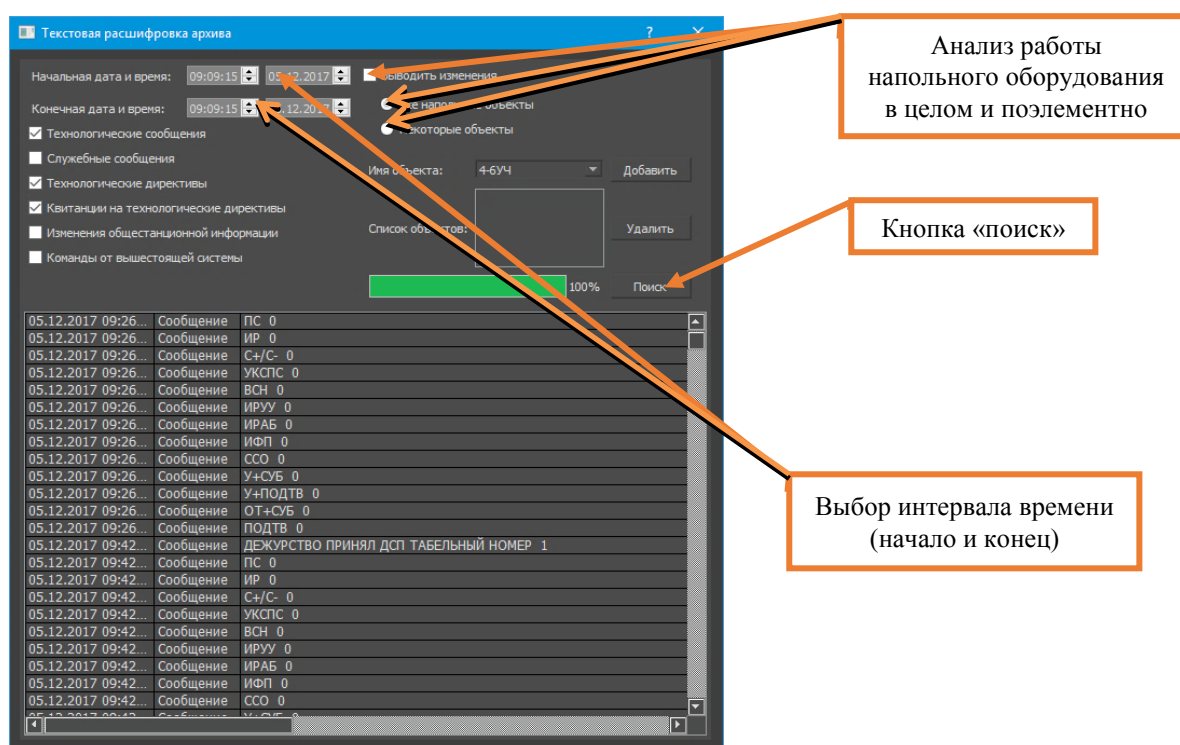

Рисунок 1. Вид окна выбора параметров текстового режима расшифровки архива.
7.1.2 Выбрать текстовый режим расшифровки архива на АРМ ДСП (Рисунок 1).
ВНИМАНИЕ: Если необходимо получить изменения состояния всех напольных объектов, нужно проставить галочку в поле «Выводить изменения», после чего проставить галочку в поле «Все напольные объекты» (Рисунок 1). Если необходимо получить изменения состояния конкретного напольного объекта, нужно проставить галочку в поле «Выводить изменения», после чего проставить галочку в поле «Некоторые объекты» (Рисунок 1).
7.1.3 Нажать виртуальную кнопку «Поиск» (Рисунок 1) после задания всех требуемых параметров для расшифровки архива.